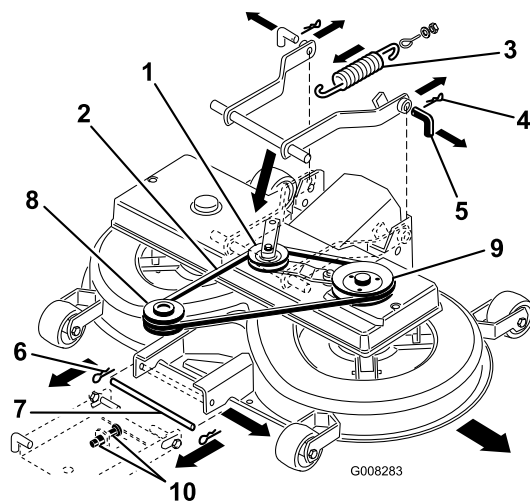

Figure 42
2. Enlevez l'ensemble poulie à courroie trapézoïdale et bras de tension (Figure 42).
- Tirez l'ensemble bras de tension vers l'intérieur et ôtez la courroie trapézoïdale de la poulie (Figure 42).
9. Décrochez le ressort du levier d'engagement (Figure 42).
11. Retirez les goupilles fendues des 2 goupilles arrière et enlevez ces dernières (Figure 42).
12. Retirez la goupille fendue de la goupille avant et enlevez cette dernière (Figure 42).
13. Enlevez la courroie trapézoïdale de la poulie du moteur (Figure 42).
7. Placez la goupille inférieure de la suspension de réglage avant dans la position inférieure des fentes, en réglant les 2 écrous (M12) sur la suspension avant (Figure 42).